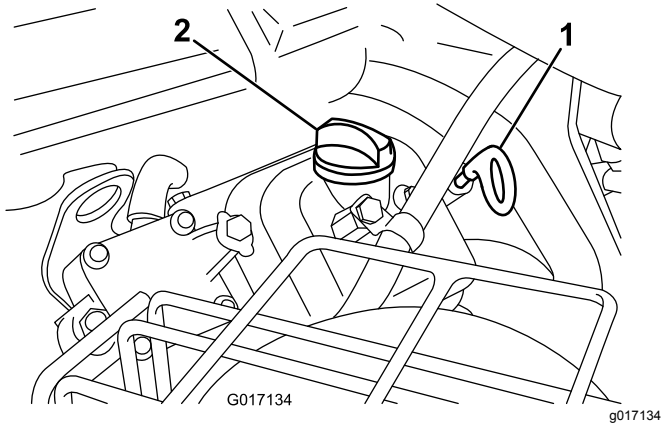

Bild 42
3. Führen Sie den Peilstab in den Füllstutzen wieder ein und schrauben Sie den Peilstab auf den Füllstutzen auf (Bild 42).